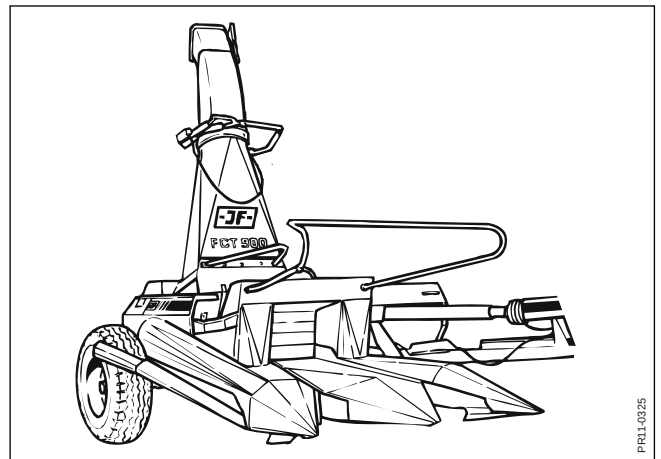

Fig. 3.14
- Fig. 3.14** 2 stk. stråskillere monteres på højre side af majsgebis.